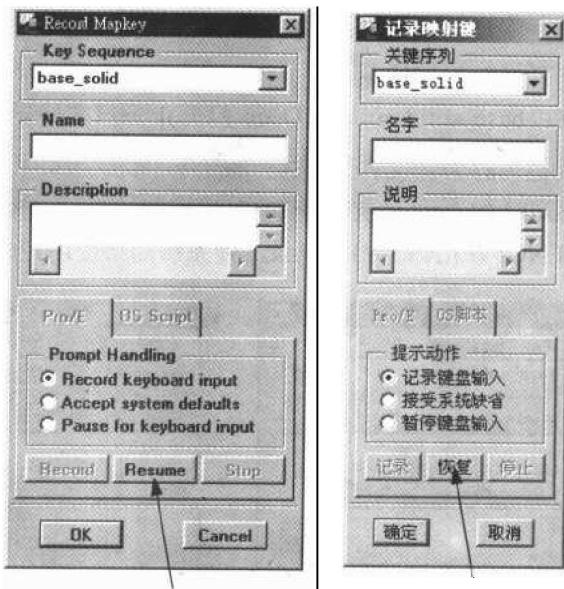

图1.10
→ [单击 Record Mapkey(记录映射键)对话框中的 Resume(恢复)按钮(见图 1.10), 以恢复 Pro/ENGINEER 命令的记录]
- [单击 Record Mapkey(记录映射键)对话框中的 Resume(恢复)按钮(见图 1.10), 以恢复 Pro/ENGINEER 命令的记录]